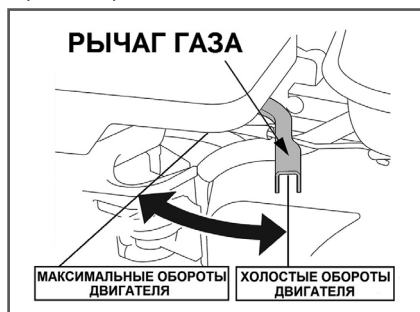

Рис. 12 Положения рычага газа
4. Переведите рычаг газа 3 (Рис. 1) на 1/3 хода в сторону положения максимальных оборотов двигателя (Рис. 12).